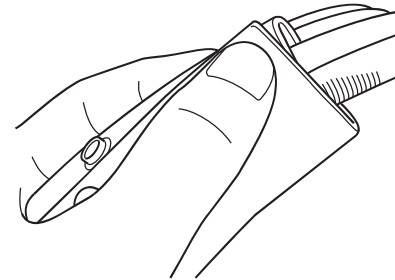

図 90 ホックをとめる
7. 左肩バンドのホックを 3 箇所とめる。(図 90 参照)